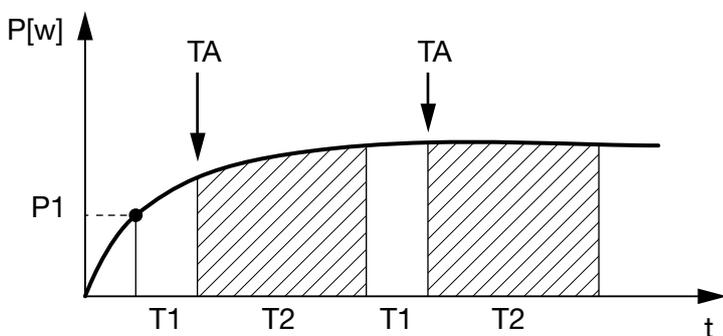
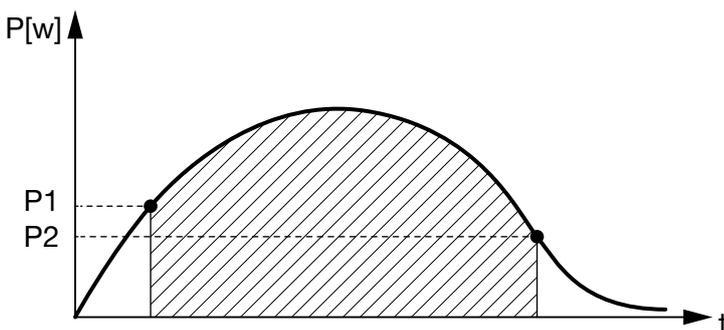

Fig. 62: curva autoconsumo (funzionamento 1)
Fig. 63: curva autoconsumo (funzionamento 2)
7. Selezionare il funzionamento 1  **Fig. 62** o 2  **Fig. 63**.